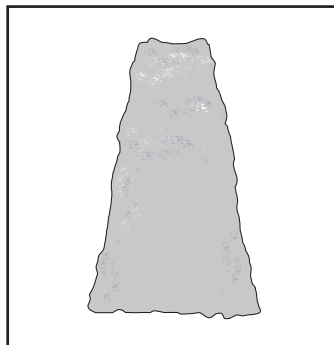

Fig. 10
**NOTA:** Quando moldar, é aconselhável obter uma forma trapezoidal (Fig. 10). Um corte trapezoidal corresponde ao crescimento natural das plantas e resulta num melhor crescimento da sebe, pois irá receber mais luz na extremidade inferior da sebe.